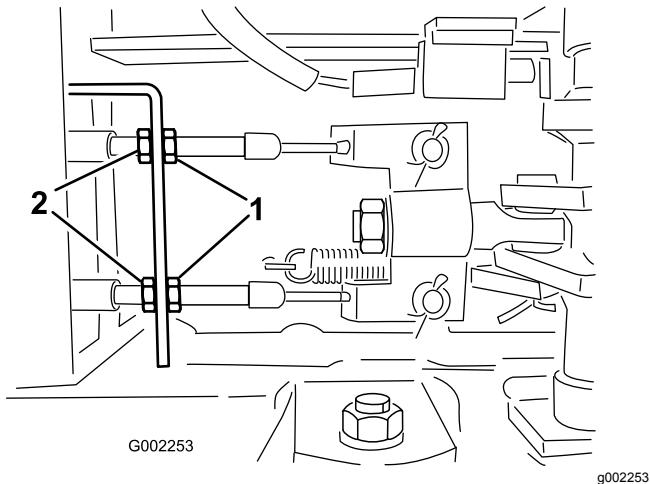

Figura 92
5. Afloje las contratuerzas delanteras de los cables de freno, debajo del extremo delantero del fumigador (Figura 92).
6. Apriete las contratuerzas traseras en la misma cantidad hasta que el pedal de freno recorra entre 1 a 2 cm antes de que se note resistencia (Figura 92).